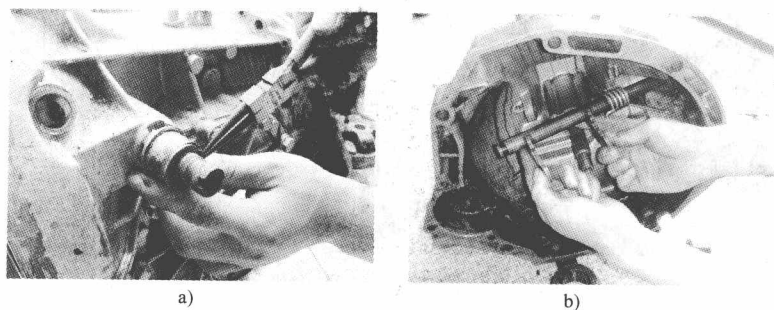

图 1-16 取出卡簧、分离叉
8) 用尖嘴钳取出卡簧及衬套座, 取出分离叉轴, 如图 1-16 所示。